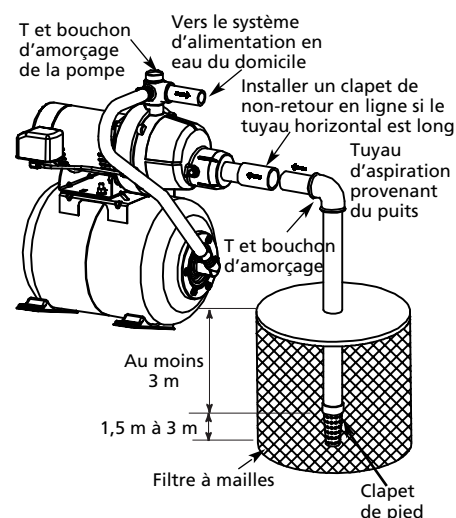

Figure 5 – Installation pour les eaux de surface
(Voir Figure 5)
2. Assembler un clapet de pied, une crépine et le tuyau du puits (voir Figure 5). Vérifier que le clapet de pied fonctionne librement. Utiliser du ruban au PTFE ou une pâte à joint à base de PTFE sur les raccords filetés du tuyau. Protéger le clapet de pied contre les poissons, les ordures, etc., en installant un filtre à mailles de lui (voir Figure 5).
4. Installer un T d'amorçage, un bouchon d'amorçage et le tuyau d'aspiration vers la pompe (voir Figure 5). Soutenir le tuyau de manière à ce qu'il ne fléchisse pas, à ce qu'il n'applique pas de contraintes au corps de la pompe et à ce qu'il présente une pente légère vers le haut dans la direction du puits à la pompe (les points élevés peuvent former des poches d'air qui bloquent le pompage). Assurer l'étanchéité des joints du tuyau d'aspiration à l'aide de ruban au PTFE ou d'une pâte à joint à base de PTFE. Les joints doivent être étanches à l'air et à l'eau. **Si le tuyau d'aspiration peut aspirer de l'air, la pompe ne peut pas extraire l'eau du puits.**